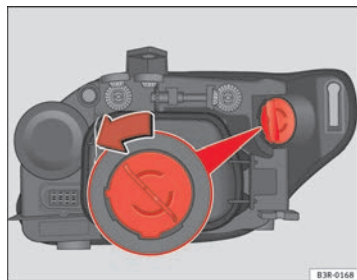

Fig. 205 Lámpara luz intermitente
- Gire el portalámparas en el sentido contrario a las agujas del reloj asiéndolo por el empuñadura ⇒ fig. 205 y extraiga el portalámparas y la lámpara.